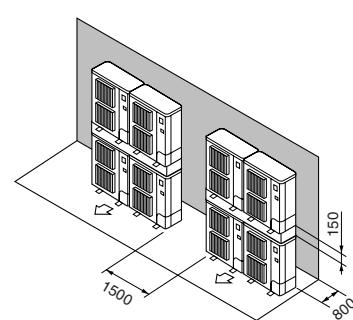

Fig. 2-14
⑦ Διάταξη μονάδων σε στοίβα (Fig. 2-14)